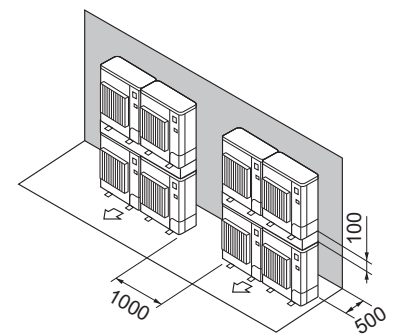

Fig. 2-19
- (7) Disposição de unidades sobrepostas (Fig. 2-19)